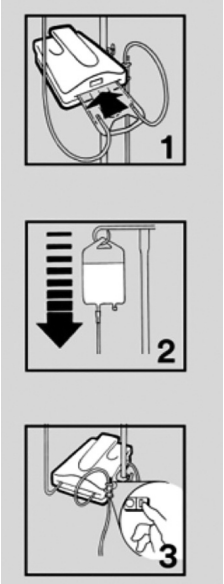

Рисунок 4.
2. Вставьте кассету в прорезь на устройстве для подогрева. Кассету можно вставить в устройство только с одной стороны (см. рисунок 4, № 1).
3. Заполните комплект для подогрева. Дополнительную информацию о наполнении комплекта см. в инструкции, которая входит в комплект поставки комплектов для подогрева (см. рисунок 4, № 2).
5. Подключите шнур питания к подходящей электрической розетке. Включите устройство (см. рисунок 4, № 3). Через несколько секунд загорится буквенно-цифровой дисплей. Для нагревания до заданного значения температуры 41 °C требуется менее двух минут.